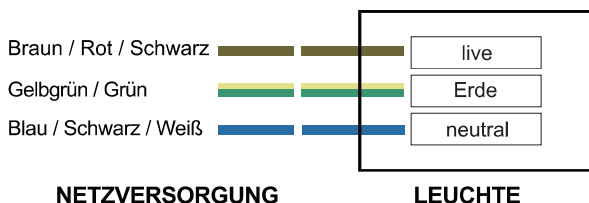
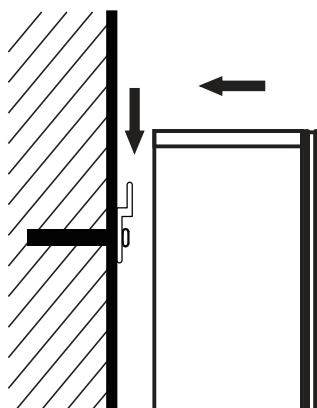

Abb. 5
Abb. 6
2.2 Vergewissern Sie sich, dass der Wandstromkreis nicht unter Spannung steht, und schließen Sie das für die Wand reservierte dreiadrige Kabel an die dreiadrige Kabelklemme am Produkt an (Abb. 5). Montieren Sie den Spiegelschrank an der Stange (Abb. 6).